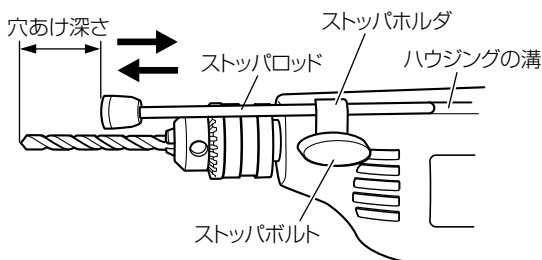

図 4
- (1) ストップロッドを図4のようにハウジングの溝におさめ、ストップホルダとストップボルトで仮止めします。
- (2) 穴あけ深さに応じてストップロッドの位置を調整し、ストップボルトを回してしっかりと固定します。